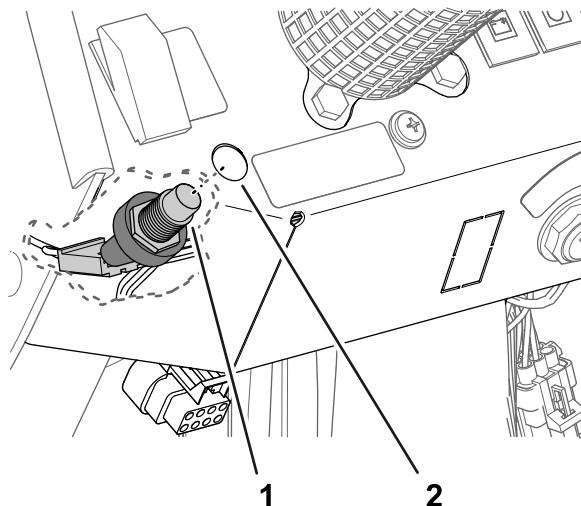

Figure 26
5. En passant sous la planche de bord, insérez le corps du contacteur d'avertisseur sonore à travers le trou (Figure 26) que vous avez créé dans la planche à l'opération **1**.